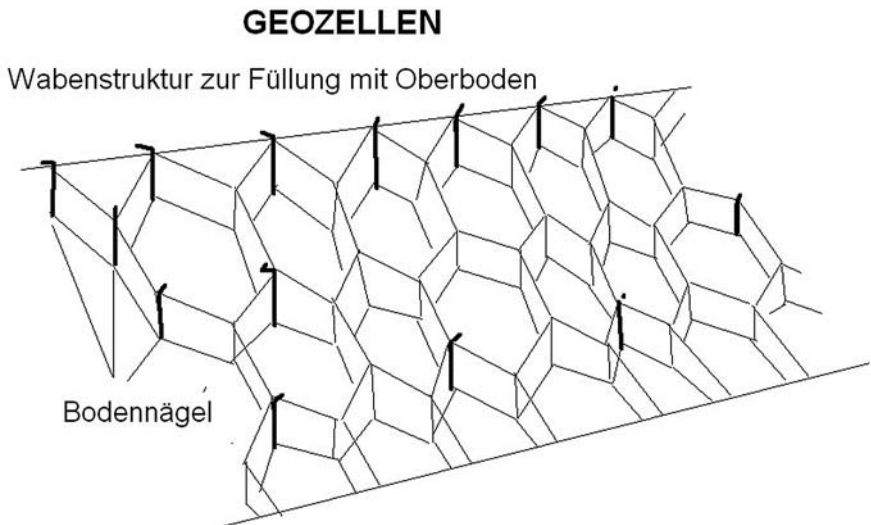

Abb. 5: Geozellen – Wabenstrukturen zum Festhalten von Oberboden
- Geozellen: Geokunststoffbänder, die so aneinander befestigt sind, dass sie auseinander gezogen ein Wabenmuster bilden und auf der Böschung mit Erdnägeln befestigt werden (Abb. 5).